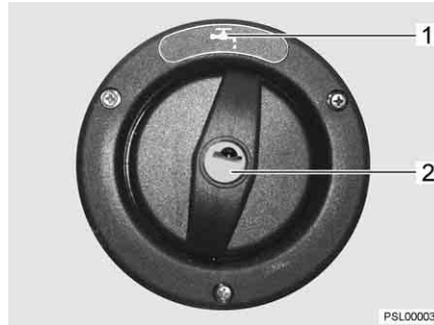

Fig. 178 Bocchettone di riempimento dell'acqua potabile
Il bocchettone di riempimento dell'acqua potabile è contrassegnato dal simbolo "H2O" (Fig. 178,1). Il coperchio viene aperto e chiuso con la chiave per le serrature degli sportelli esterni.
- Inserire la chiave nel cilindro della serratura (Fig. 178,2) e ruotare in senso antiorario di un quarto di giro.
- Aprire il bocchettone di riempimento dell'acqua potabile (Fig. 178) (vedi capitolo 6).